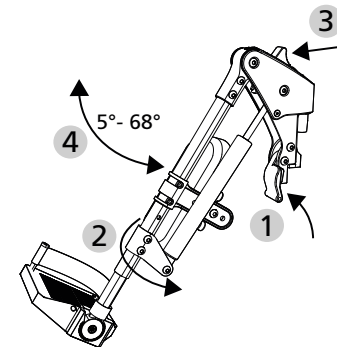

Abb.41
Zum Einhängen der Beinstütze siehe Kapitel 3.3. Zum Abschwenken der Beinstütze betätigen Sie den Verriegelungshebel nach vorne und schwenken dabei die Beinstütze seitlich ab (1/2, Abb. 41).
1. Drücken Sie den Auslösehebel der Gasdruckfeder nach vorne (3/4, Abb. 41). Dabei verringert sich der Kniewinkel von 68° bis 5° solange der Auslösehebel gehalten wird.
4. Zur Vergrößerung des Kniewinkels drücken Sie den Auslösehebel nach vorne und drücken zeitgleich die Beinstütze nach unten (3/4, Abb. 41).